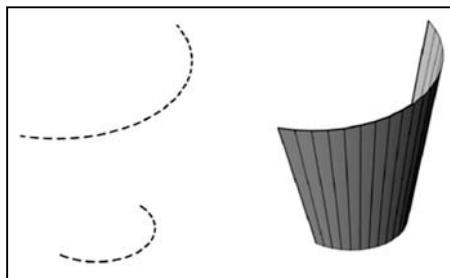

Рис. 3.3. Сетевая поверхность, созданная командой «П-СОЕД»
**Сеть соединения.** Команда «П-СОЕД» создает сеть, представляющую поверхность соединения между двумя отрезками или кривыми (рис. 3.3).